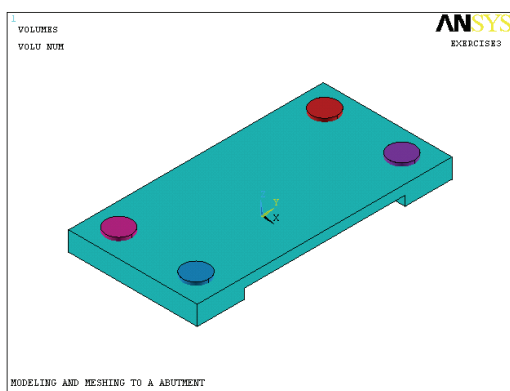

图 2-57 生成圆柱体结果显示
15) 选择 Utility Menu | Plot | Volumes 命令, ANSYS 显示窗口显示如图 2-57 所示生成圆柱体的结果。